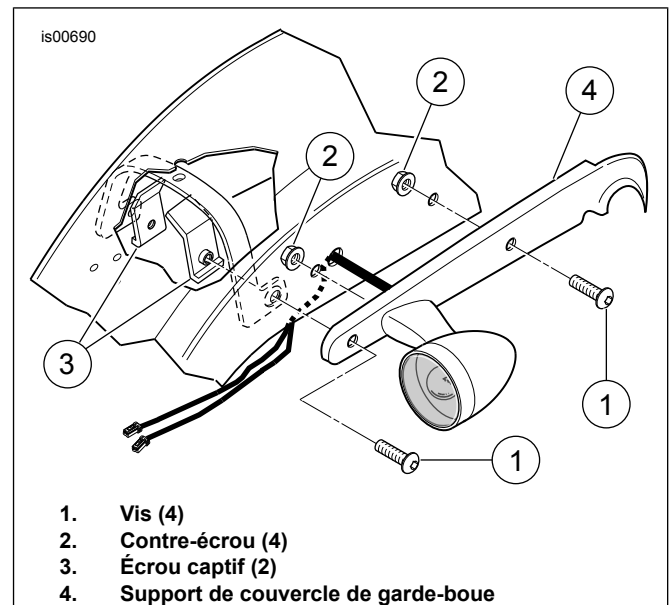

Figure 1. Dépose de support de garde-boue arrière
3. Voir Figure 1. Retirer et jeter les vis à tête bombée avant et arrière (1), deux contre-écrous (2) et les écrous captifs sous le garde-boue (3) des couvercles de support de garde-boue arrière gauche et droit (4).